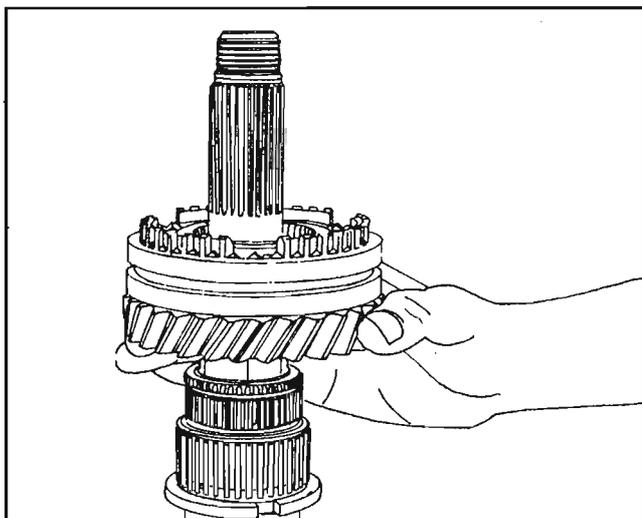

Fig. 57
Coloque el conjunto del piñón de la marcha atrás (37) con el cojinete de agujas (36a) y el piñón de engrane (32a) en el eje primario con el piñón de engrane en la posición superior. Fig. 57